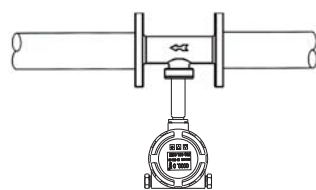

图14
b). 水平管道且介质温度高于180℃时，建议选择分体式流量计或采用倒立安装，即流量计的表头不能在管道上方，过高的温度会损坏信号转换器。正确安装方式如图14。